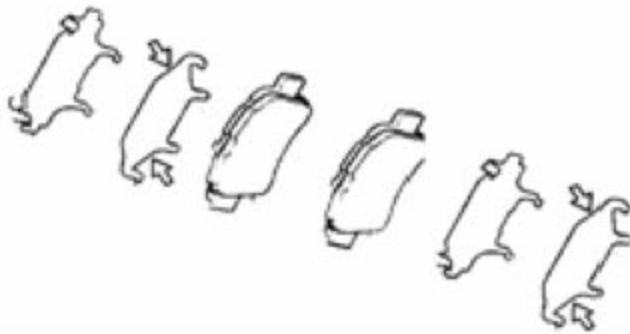

图 3—31
- A).在每片消音垫片的两侧涂盘式制动润滑脂,如图 3—31 所示。